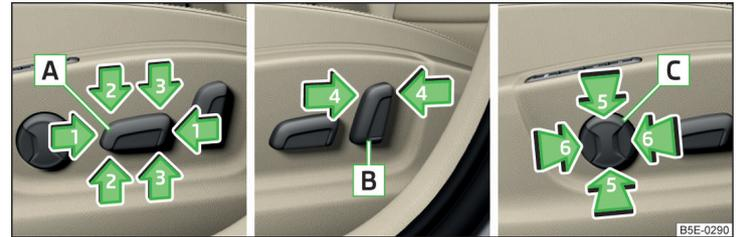

Abb. 65 Bedienungselemente am Sitz
Bedienungselemente am Sitz » Abb. 65
- Den Schalter **A** in Richtung eines der Pfeile 1 » Abb. 65 drücken.
- Den Schalter **A** in Richtung eines der Pfeile 2 » Abb. 65 drücken.
- Den Schalter **A** in Richtung eines der Pfeile 3 » Abb. 65 drücken.
- Den Schalter **B** in Richtung eines der Pfeile 4 » Abb. 65 drücken.
› Den Schalter **C** im Bereich eines der Pfeile **5** » **Abb. 65** drücken.
› Den Schalter **C** im Bereich eines der Pfeile **6** » **Abb. 65** drücken.